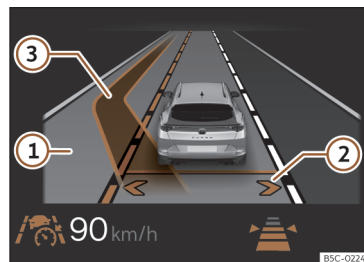

Fig. 150 No ecrã do painel de instrumentos: visualização da mudança de faixa de rodagem assistida (representação esquemática).
Desta forma, ativa-se a mudança de faixa de rodagem assistida. As setas da sua própria faixa no ecrã do painel de instrumentos mostram-se em cinzento >>> **Fig. 150**
Se o sistema não detetou qualquer objeto no campo de deteção do sistema de sensores e é possível uma mudança de faixa de rodagem assistida para uma faixa adjacente, a faixa correspondente é mostrada no ecrã do painel de instrumentos junto à faixa do condutor. A seta do lado da faixa correspondente aparece em branco >>> **Fig. 150** ②.